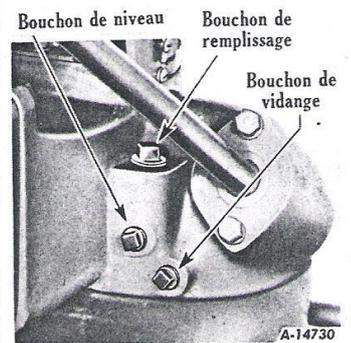

Figure 40 - Boîtier de direction.
Vérifiez périodiquement, et ajoutez suffisamment de lubrifiant recommandé, page 17, pour le maintenir au niveau du bouchon (25). Changez l'huile au moins une fois par an, ou toutes les 1.000 heures de travail au maximum. Pour vidanger, retirez le bouchon de vidange (26) et, pour refaire le plein, retirez le bouchon de remplissage (24), le bouchon de niveau (25) et remplissez de lubrifiant recommandé jusqu'à l'ouverture du bouchon de niveau. Remettez en place les bouchons. Reportez-vous à la figure 40. Capacité 0 L. 35 (3/4 U.S. pint).